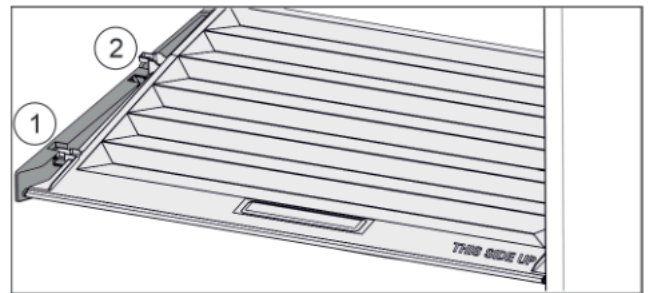

Fig. 91
- Tirare in avanti il coperchio fino all'apertura nei fermi Fig. 91 (1).
- Sollevare posteriormente dal basso e togliere verso l'alto Fig. 91 (2).